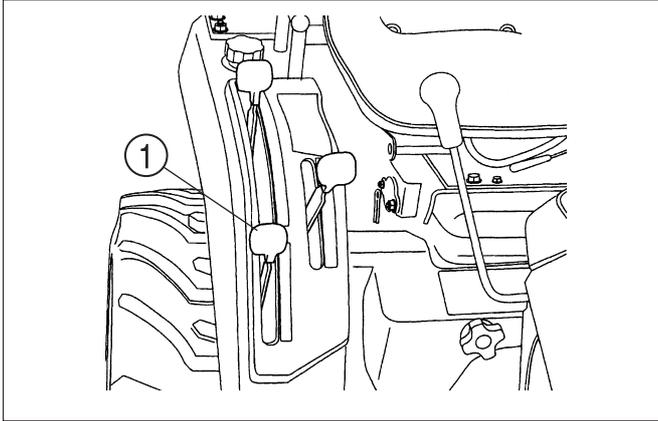

FIG. 22
**FIG. 22 :** Le levier de passage ①, engage et désengage l'entraînement de l'essieu avant. Levier vers l'avant, l'essieu avant est engagé, et la puissance est transmise aux deux ponts avant et arrière. Levier vers l'arrière, l'essieu avant (4x4) est désengagé.